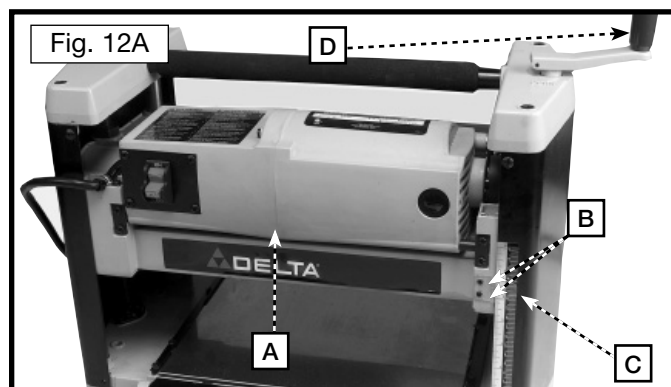

Fig. 12A
El conjunto del cabezal (A) Fig. 12A contiene el cabezal de corte, los rodillos de alimentación, el deflector de virutas y el motor. La profundidad de corte de la acepilladora es controlada al elevar o bajar el conjunto del cabezal. Para elevar o bajar el conjunto del cabezal, gire la agarradera de elevación y descenso (B).
Una escala con lecturas inglesas y métricas y un indicador (C) Fig. 12A está convenientemente situada al frente de la máquina e indica el grosor del material terminado. Los ajustes al indicador (C) pueden realizarse corriendo un pedazo de madera a través de la máquina. Mida el grosor del material, y si resulta necesario hacer un ajuste, afloje los dos tornillos (B) y ajuste el indicador en la manera correspondiente. Apriete entonces ambos tornillos.